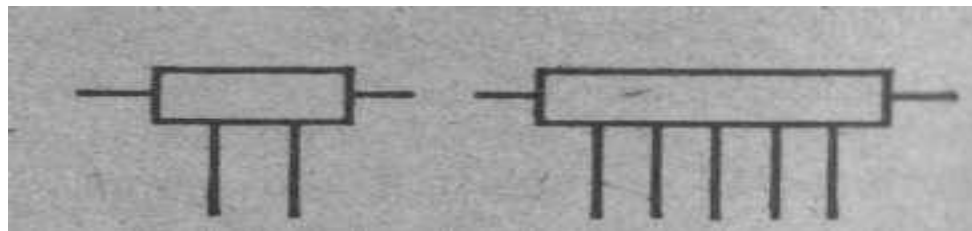

Рис. 2. Постоянные резисторы с отводами - обозначение.
- **Постоянные резисторы** могут иметь **один или несколько отводов** от резистивного элемента. На условном обозначении такого резистора дополнительные выводы изображают в том же порядке, как это имеет место в самом резисторе (рис. 2). При большом числе отводов длину символа допускается увеличивать.